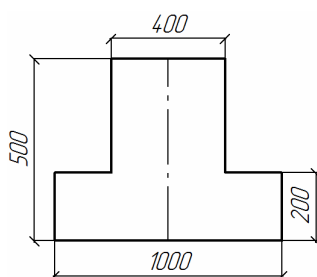

Рис. 7.3.1. Сечение фундамента
- Сечение фундамента: тавр (рис. 7.3.1).